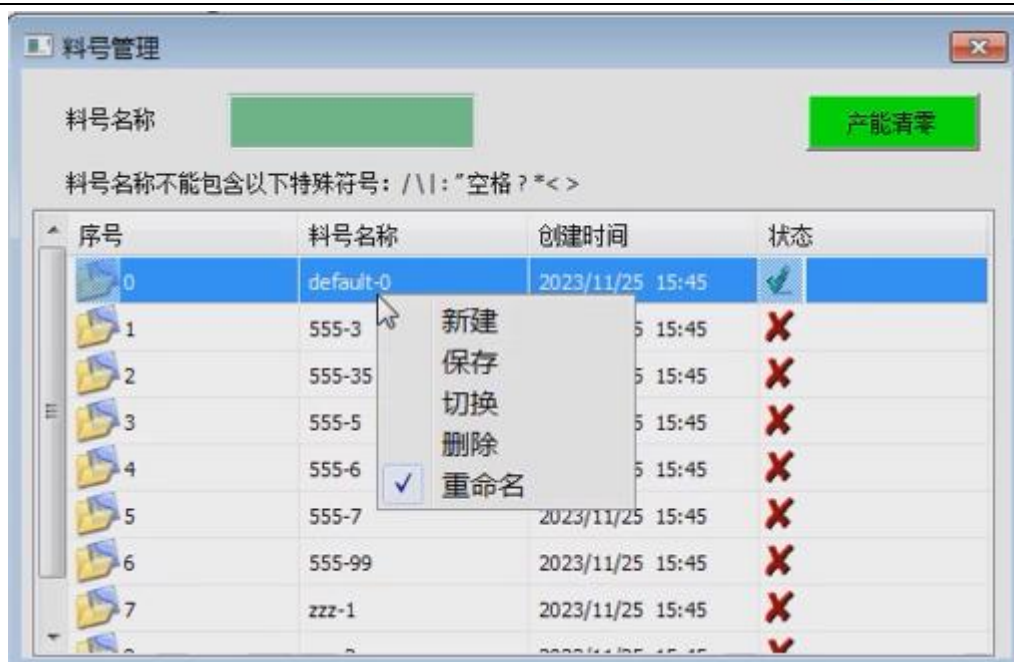

图 2-3
- B. **料号管理**: 需要进行料号（配方）新建以及切换等操作时，点击“料号管理”进入如下图 2-3 界面：